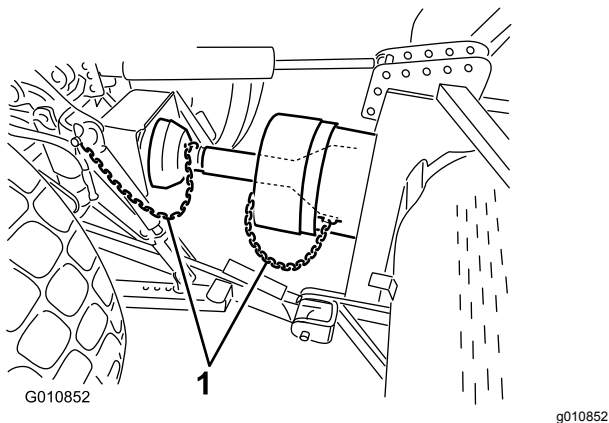

Figura 25
6. Conecte las cadenas de seguridad al protector de la TDF y al soporte de la unidad de tracción (Figura 25). Asegúrese de que sigue habiendo holgura en las cadenas al elevar y bajar el aireador.